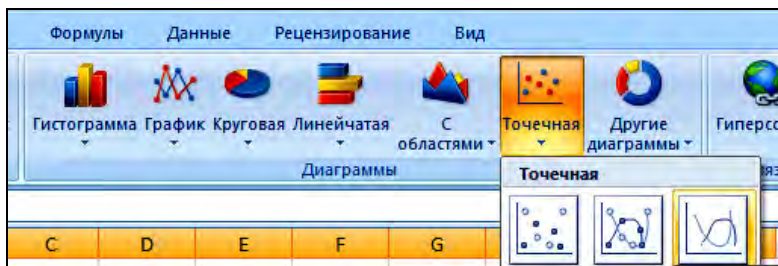

Рис. 4.1. Выбор типа диаграммы
2. Выделить ячейки, содержащие данные для построения диаграммы, и на вкладке *Вставка* выбрать необходимый вид диаграммы (рис. 4.1).